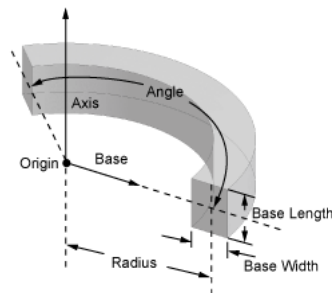

图 3-73 矩形环
- 矩形环，由  **Bend** 按钮提供，参数如图 3-73 所示。